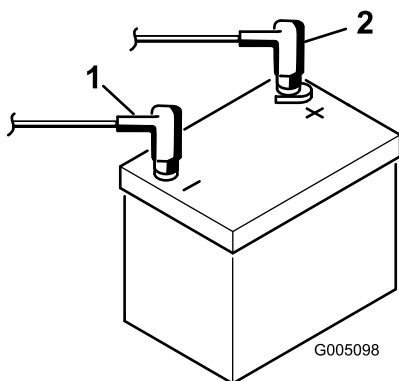

Figure 45
1. Débranchez le câble négatif (noir) avant le câble positif (rouge) de la batterie (Figure 45).
6. Raccordez le câble positif (rouge) de la batterie à la borne positive (+) et le câble négatif (noir) à la borne négative (-) (Figure 45) et fixez-les en place avec les boulons et les écrous. Placez le capuchon en caoutchouc sur la borne positive pour éviter les courts-circuits.